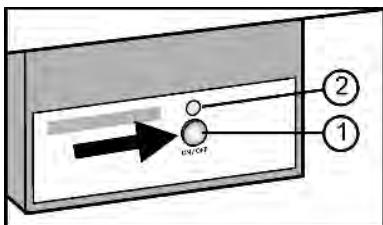

Fig. 22
- Нажмите и удерживайте кнопку On/Off Fig. 22 (1) так, чтобы светодиод Fig. 22 (2) загорелся.